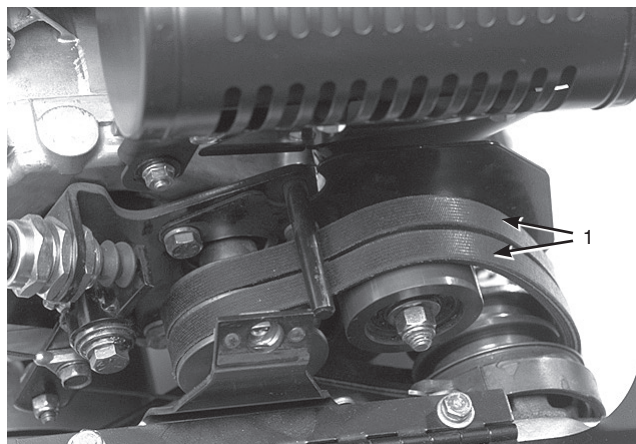

図40
8. エンジンを使わずに、楽に機体を押したり引いたりすることができるように、ベルト・ガイド（図40挿入図）を以下のように調整しておく：